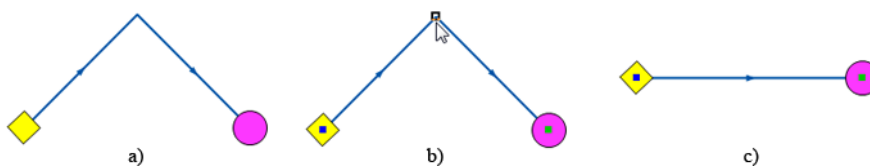

Рисунок 6.9. Удаление точки перелома
2. Отметить удаляемый узел, для этого подвести курсор к удаляемому узлу и нажать левую клавишу мыши. Отмеченный узел будет выделен квадратом черного цвета (смотрите Рисунок 6.9, «Удаление точки перелома»b\));
3. Нажать кнопку  панели инструментов или клавишу Delete клавиатуры, либо щелкнуть правой кнопкой мыши и выбрать Удалить точку перелома. Точка перелома будет удалена и участок автоматически выпрямится. (смотрите Рисунок 6.9, «Удаление точки перелома»с).